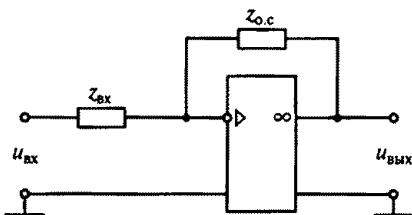

Рис. 210
8.33. Какими из приведенных свойств обладает операционный усилитель, показанный на рис. 210? (Указать неправильный ответ.)
8.34. Чем определяется передаточное отношение $U_{\text{вых}}/U_{\text{вх}}$ схемы, выполненной на операционном усилителе (см. рис. 210)?